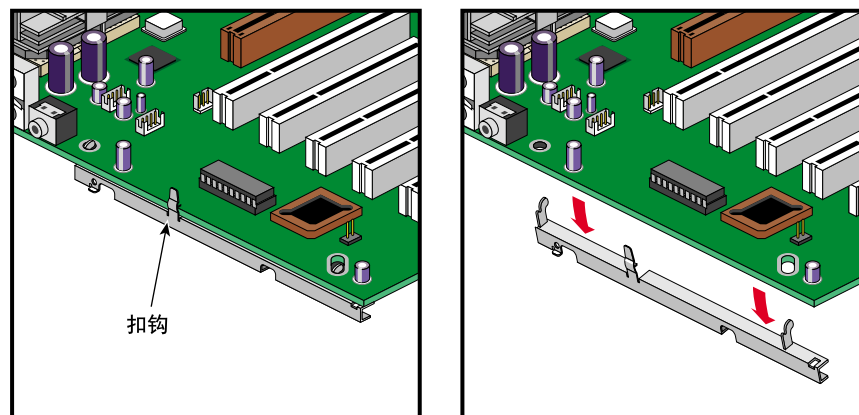

图 2-22 从系统板取下固定支架
7. 若要卸下系统板的固定支架，请松开脱扣扣钩，并从系统板上取下支架固定钩。其过程如图 2-22 所示。